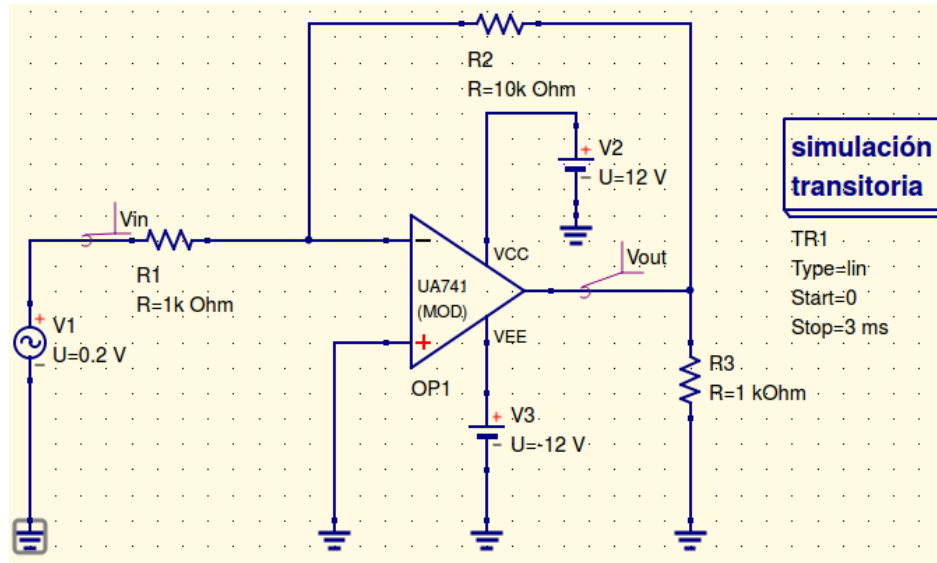

Figura 6. Amplificador inversor.
4. Siempre dentro de **Componentes** seleccione **fuentes**, y coloque dos **fuentes de tensión dc** y una **f fuente de tensión ac**, dispóngalas como se muestra en la Figura 6, para rotar los elementos debe de seleccionarlos dando clic sobre estos y luego presionando las teclas **Ctrl+R**, para unir los elementos seleccione de la barra de herramientas la de **Cable** que tiene la siguiente forma  y de un clic izquierdo en el terminal del elemento que quiera unir, mueva el cursor del mouse, puede ir dando clic intermedios para ir fijando el alambre en ciertos puntos del esquemático hasta llegar al otro terminal que desea unir.
- Agregue dos **etiquetas de cable** para ver el voltaje de entrada y salida, para ello de clic en la herramienta que tiene la siguiente forma  y luego de un clic en el cable que sale de la fuente senoidal, colóquelo el nombre de **Vin**. De otro clic en el cable que conecta a la resistencia de carga esta vez con el nombre **Vout** como se muestra en la Figura 6.